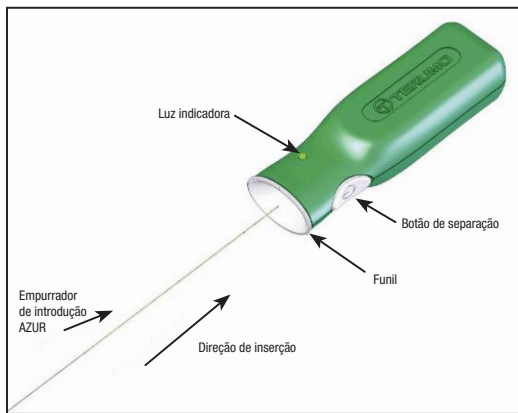

Figura 2 – Controlador de Separação AZUR
15. Antes de utilizar o dispositivo, retire a extremidade proximal do empurrador de introdução do aro de embalagem. Tenha cuidado para não contaminar esta extremidade do empurrador de introdução com substâncias estranhas, como sangue ou contraste. Insira firmemente a extremidade proximal do empurrador de introdução na secção do funil do controlador de separação AZUR. Veja a Figura 2. **Não prima o botão de separação nesta altura.**
- Ligue a extremidade proximal do empurrador de introdução ao controlador de separação AZUR, inserindo firmemente a extremidade proximal do empurrador de introdução na secção do funil do controlador de separação AZUR. Veja a Figura 2.